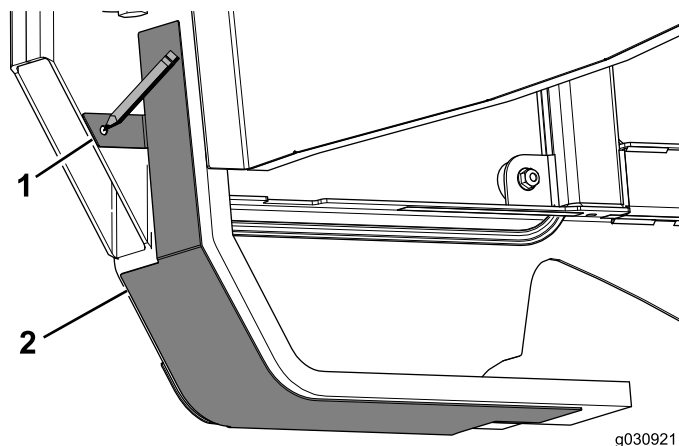

Figura 27
3. Individuate e praticate un foro sufficientemente grande per il bullone (1/4 x 3/4 poll.) per fissare la linguetta sul gruppo pannello (Figura 27).